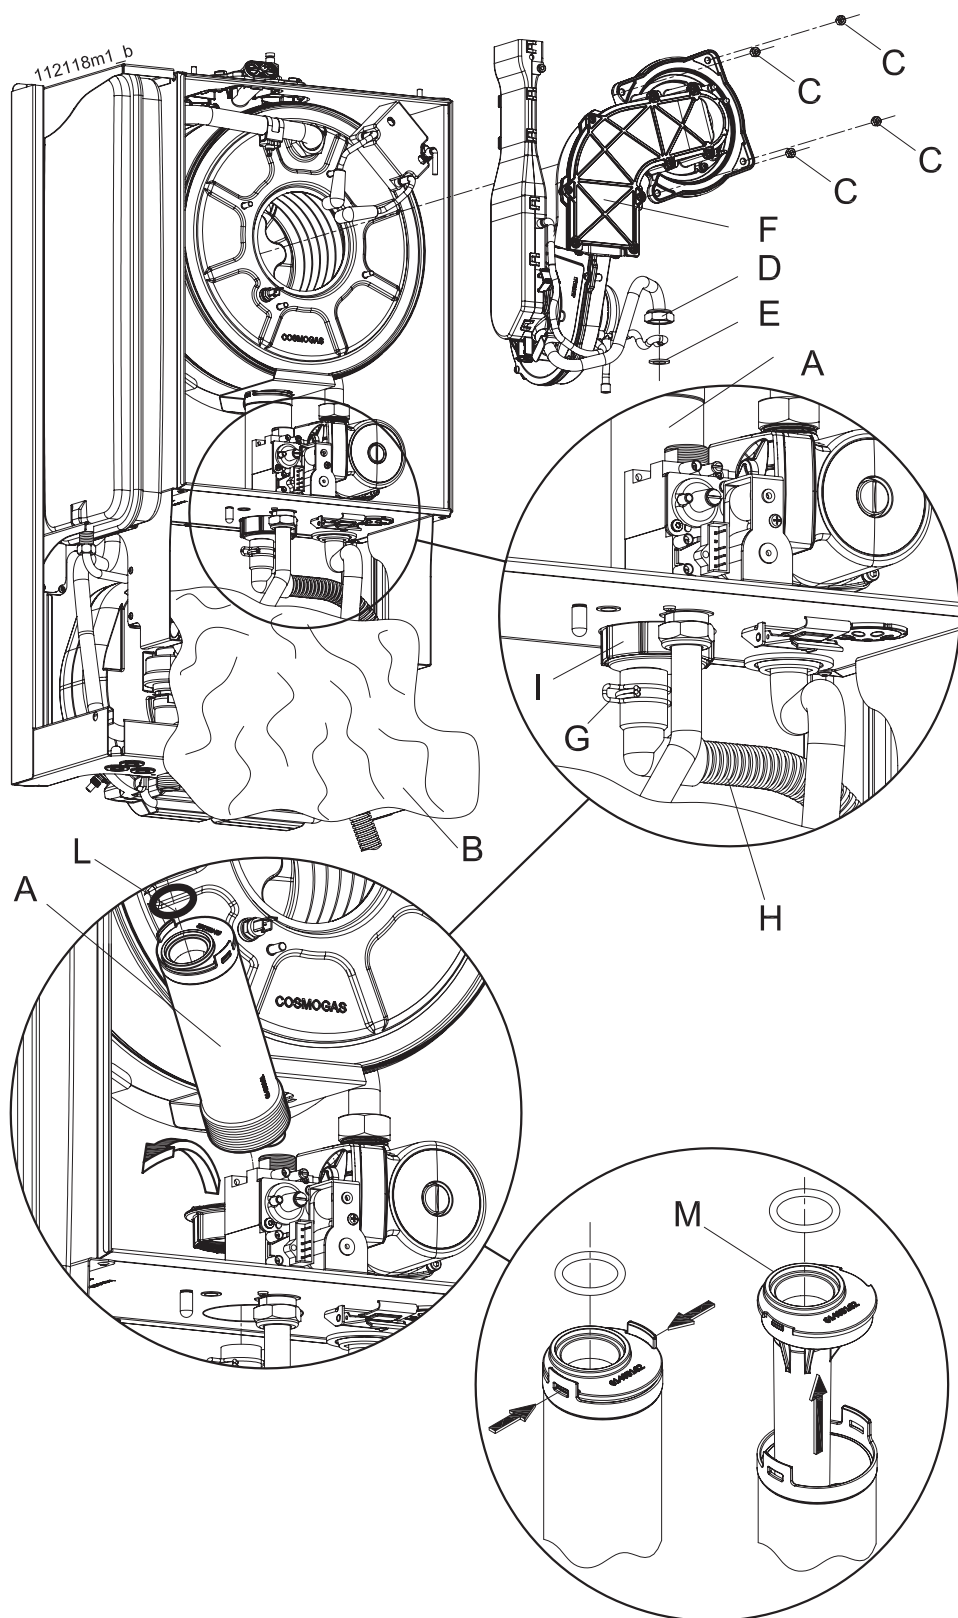

Figura 40 - Preparazione e smontaggio sifone raccogli condensa
Per eseguire una corretta pulizia del sifone di raccolta e convogliamento delle condense prodotte dalla combustione, occorre operare nel seguente modo (fare riferimento alla figura 40):
- svitare i quattro dadi "C" di figura 40;
- estrarre tutto il gruppo ventilatore e bruciatore, particolare "F" di figura 40 facendo attenzione a distaccare il cavo di alimentazione del ventilatore durante l'estrazione;